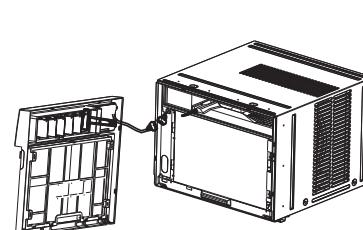

FIG. 4
6. Desconecte el enchufe del conector del panel de visualización de la unidad y coloque el panel frontal a un lado. (Ver Fig. 4.)